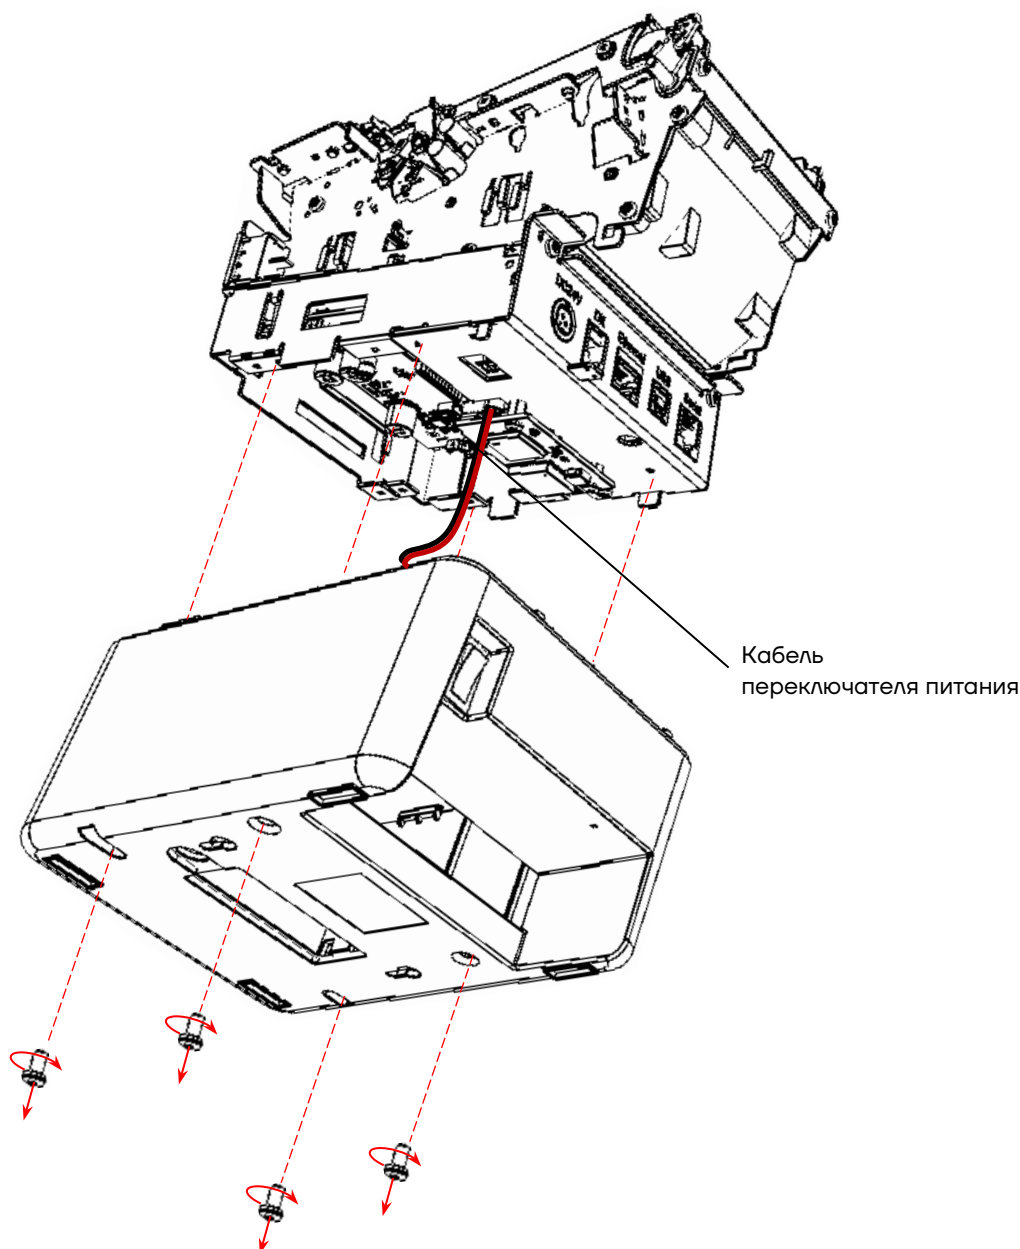

Рисунок 21. Отделение нижней части корпуса от печатающего устройства
- 15** Установить корпус печатающего устройства в нижнюю часть корпуса изделия, вкрутить четыре винта крепления (рисунок 21).
- 9** Установить корпус печатающего устройства в нижнюю часть корпуса изделия, вкрутить четыре винта крепления (рисунок 21).